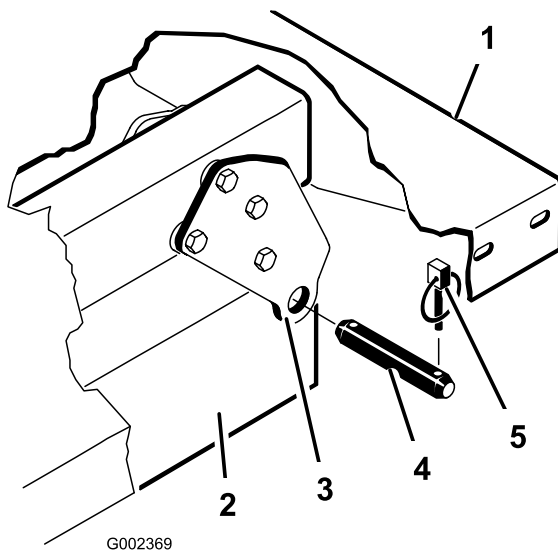

Figura 12
3. Rimuovete i perni con testa che fissano le estremità dell'asta del cilindro alle piastre di fissaggio del pianale, premendoli verso l'interno (Figura 12).
4. Rimuovete gli acciarini ed i perni con testa che fissano le staffe orientabili ai profilati del telaio (Figura 12).
Nota: Verificate che le piastre di rotazione posteriori siano bullonate al telaio o al profilato del pianale in modo che l'estremità inferiore sia piegata verso l'esterno (Figura 12).
2. Collocate con cautela il pianale sul telaio del veicolo, allineando i fori della piastra di rotazione posteriore del pianale ai fori del profilato del telaio posteriore, quindi montate due perni con testa e gli acciarini (Figura 12).
3. Con il pianale abbassato, fissate l'estremità di ogni asta del cilindro alla fessura pertinente nelle piastre di fissaggio del pianale, usando un perno con testa ed un acciarino. Inserite il perno con testa dall'esterno del pianale, con l'acciarino verso l'esterno (Figura 12). Le fessure posteriori sono destinate al montaggio del pianale integrale, mentre quelle anteriori sono destinate al montaggio del pianale a 2/3.